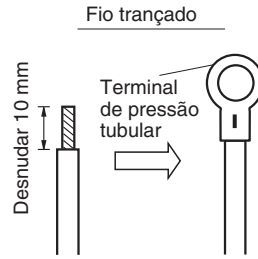
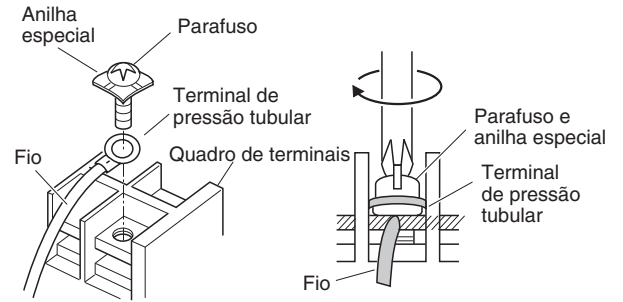

Fig. 4-7
Fig. 4-8
- (1) Corte a extremidade do fio com alicates, desnude o isolamento para expor o fio trançado aproximadamente 10 mm e, em seguida, torça bem as extremidades do fio. (Fig. 4-7)
- (2) Utilizando uma chave de fendas Phillips, retire o(s) parafuso(s) dos terminais no quadro de terminais.
- (3) Utilizando um prendedor de conectores tubular ou alicates, prenda firmemente cada extremidade desnudada com um terminal de pressão tubular.
- (4) Coloque o terminal de pressão tubular, e recoloque e aperte o parafuso de terminal retirado utilizando uma chave de fendas. (Fig. 4-8)